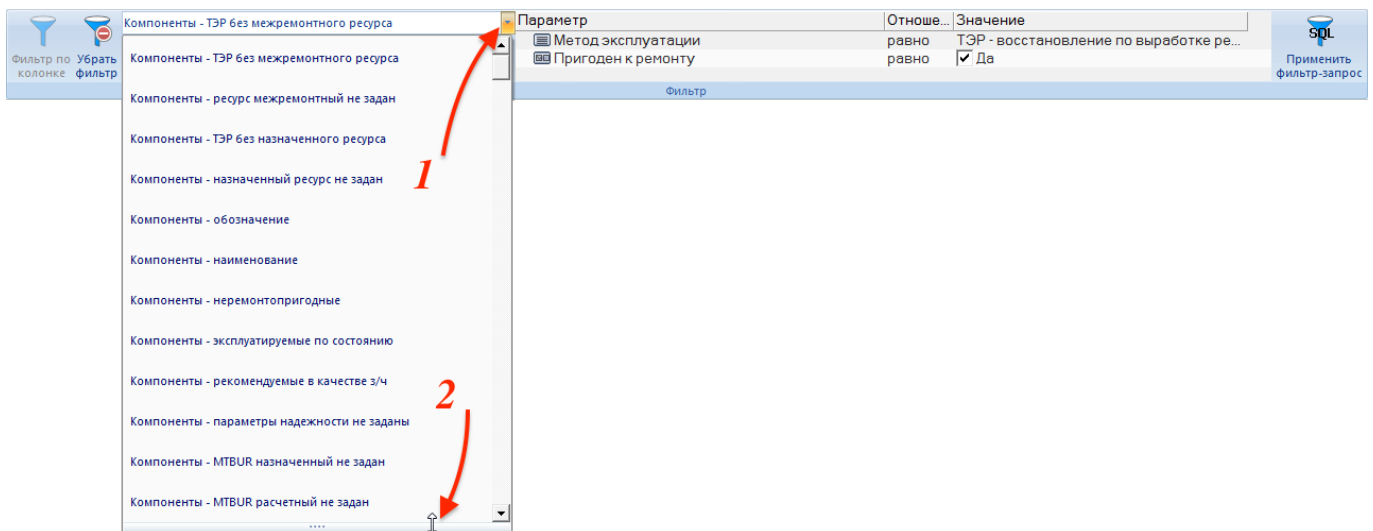

Рис. 5-56 – Список доступных фильтров-запросов
1) Нажать кнопки в правой части поля (1 на рис. 5-56), чтобы раскрыть список доступных запросов. Этот список включает запросы из рабочего окна «Анализ данных», у которых установлен флаг «Запрос-фильтр» и в поле «Подсистема» указана подсистема, связанная с текущим рабочим окном. Чтобы увеличить окно со списком, нужно потянуть за его нижнюю границу (2).